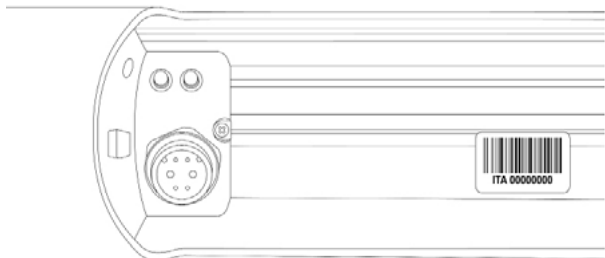

FIG. 15
- Al fine di rendere operante la presente garanzia, si dovrà compilare il form online a cui si accede mediante QR CODE o collegandosi direttamente al sito warranty.mbmbike.it entro e non oltre 15 giorni dalla data di acquisto della bicicletta. Saranno necessari il numero seriale e la fotografia della prova d'acquisto del rivenditore autorizzato. Il numero seriale è stampato sull'etichetta posta nella slitta della batteria e sulla batteria stessa. (Fig. 15)